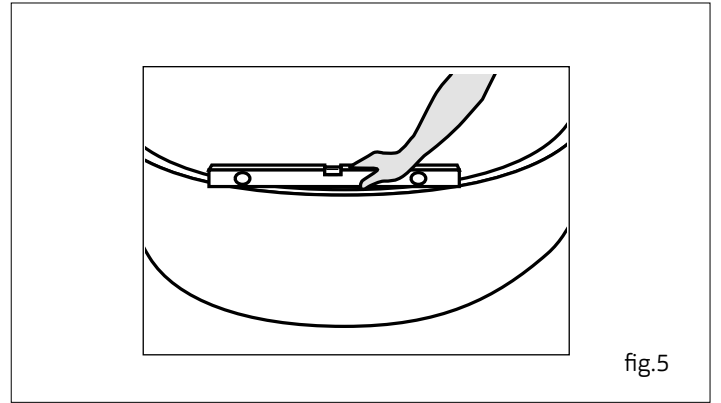

fig.5
- Het bad kan met behulp van de stelpoten worden verlaagd om het zicht op de stelpoten te verbergen. Het is raadzaam om minimaal 5 mm ruimte van de vloer te laten. **BELANGRIJK:** Het bad moet het gewicht volledig dragen op de stelpoten, niet op het badoppervlak. Als het badoppervlak de vloer raakt of gewicht draagt, kan dat leiden tot een onherstelbare breuk van het bad. Het bad moet waterpas staan (fig. 4, fig. 5).
- Bath may be lowered using the adjustable feet from transport height to hide the view to the bath feet. It is advisable to leave min 5 mm clearance from the floor. **IMPORTANT:** Bath must bear weight on the bath feet not on the panel. Panel touching the floor or carrying weight may result in bath unrepairable breakage. Bath must be levelled (fig. 4, fig. 5).